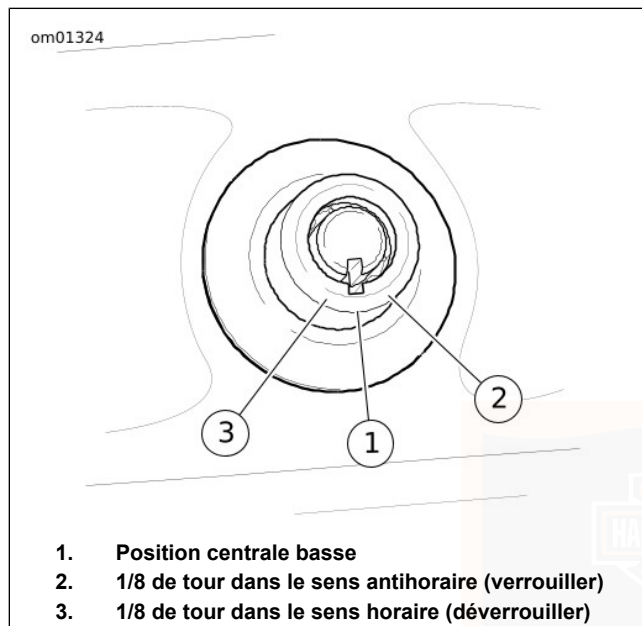

Figure 15. Verrou de coffre
1. Voir Figure 15. Pour déverrouiller le coffre, introduire la clé dans le verrou à barillet et la tourner de 1/8 de tour dans le sens horaire. Remettre la clé en position basse centrale et la retirer.